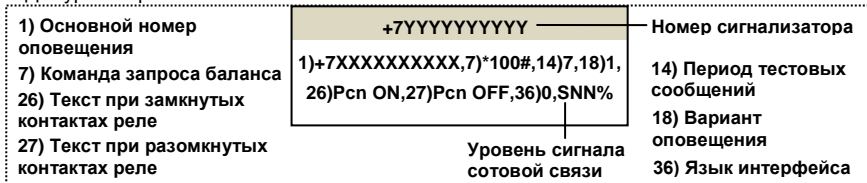

Рис.5 Пример SMS с настройками
- SMS с настройками (рис.5);
настройками (рис.5) на основной номер оповещения (если основной номер оповещения был ранее записан в память сигнализатора).
5.2 При наличии входящих звонков/SMS сигнализатор, после приёма последнего, через одну минуту отправляет на основной номер оповещения SMS с изменёнными настройками (рис.5), производит оповещение о состоянии контактов реле (п.1.5.4), отправляет на основной номер SMS с балансом и переходит в «Дежурный» режим.
3.2 При наличии входящих звонков/SMS сигнализатор, после приёма последнего, через одну минуту отправляет на основной номер оповещения SMS с изменёнными настройками (рис.5), SMS с балансом и переходит в «Дежурный» режим.
4. По окончании одной минуты после последнего звонка, сигнализатор отправит SMS с настройками (рис.5), произведёт оповещение о состоянии контактов реле (согласно п.1.5.4), отправит SMS с балансом на основной номер оповещения и перейдет в «Дежурный» режим.
- удерживая сигнализатор непосредственно в выбранном месте, включите питание, закройте крышку (у варианта 1) и дождитесь SMS с настройками и уровнем сигнала сотовой связи (рис.5);